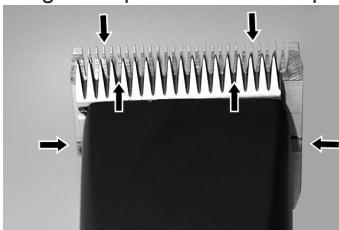

Fig. 13
Para conseguir un buen resultado de esquileo y para alargar la duración de la esquiladora, es imprescindible aplicar una fina capa de aceite sobre las cuchillas superior y inferior (Fig. 13).
- ▶ Lubrique los peines suficientemente durante el esquileo (como mínimo cada 15 minutos), para que no marchen en seco (Fig. 13).
Es necesario lubricar los peines antes, durante y después de cada uso. Si los peines dejan rayas o se desaceleran, es una señal segura que necesitan aceite. Aplique algunas gotas de aceite de frente y lateralmente de los peines (flechas Fig. 13). Quite el aceite sobrante por un pañuelo suave y seco. Aerosoles lubricantes no contienen suficientemente aceite para una buena lubricación, pero son convenientes para la refrigeración de los peines. Cambie de inmediato peines dañados o dentados a fin de evitar heridas.